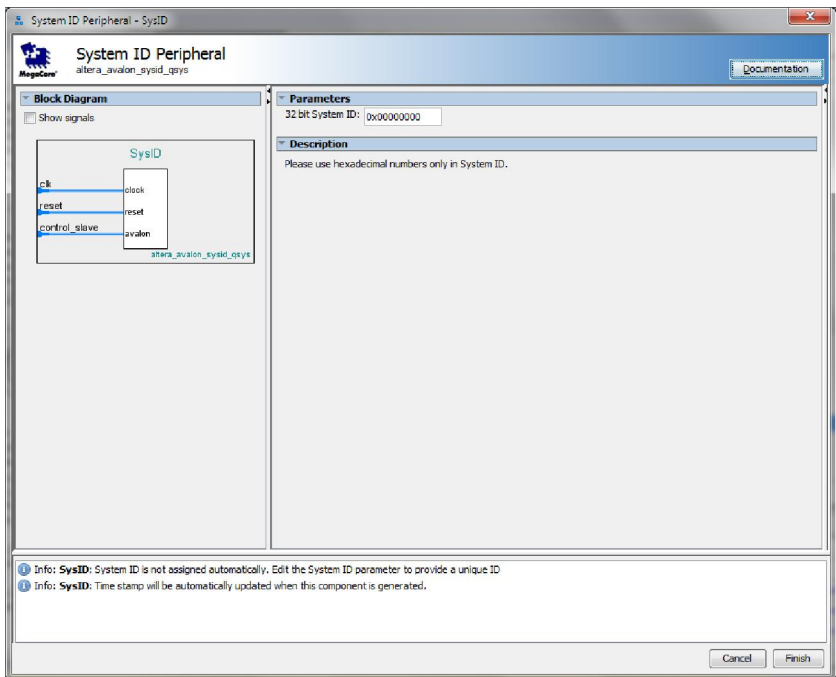

Рисунок 20. Налаштування *System ID Peripheral*.
16. Додайте до системи модуль **System ID Peripheral** та залиште його налаштування за замовченням (рисунок 20). Він знаходиться у папці **Basic Functions -> Simulation; Debug and Verification -> Debug and Performance**.